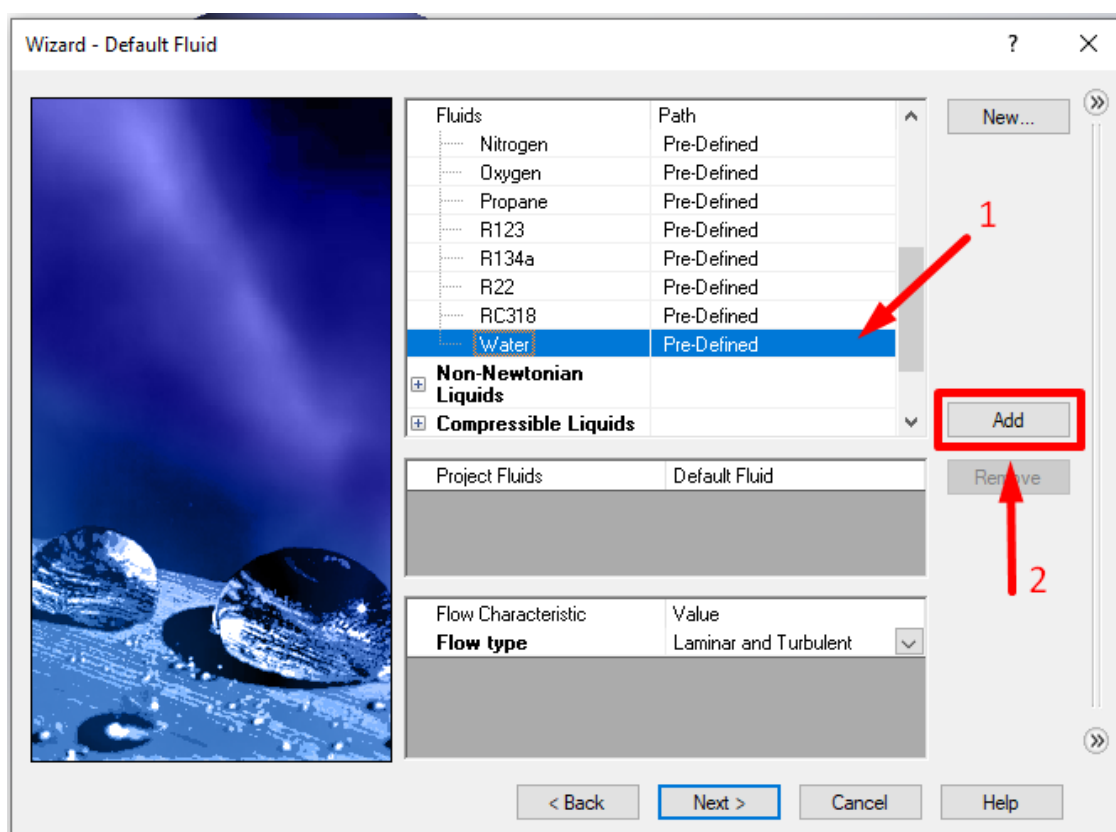

Рисунок 10.5 – Вибір текучого середовища
5. У колонці **Fluids** (Текучі середовища) розгорніть розділ **Liquids** (Рідини) та виберіть **Water** (Вода) як текуче середовище (рис. 10.5).